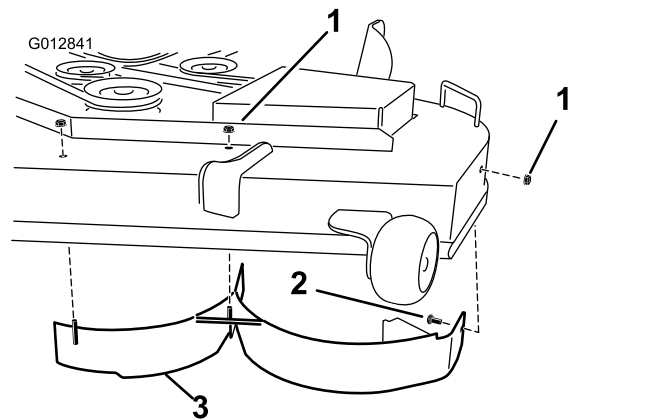

Figure 14
- Montieren Sie für **122 cm Mähwerke** das linke Ablenkblech mit drei Muttern (5/16") und einer Schlossschraube (5/16" x 3/4"), wie in Figure 14 dargestellt.